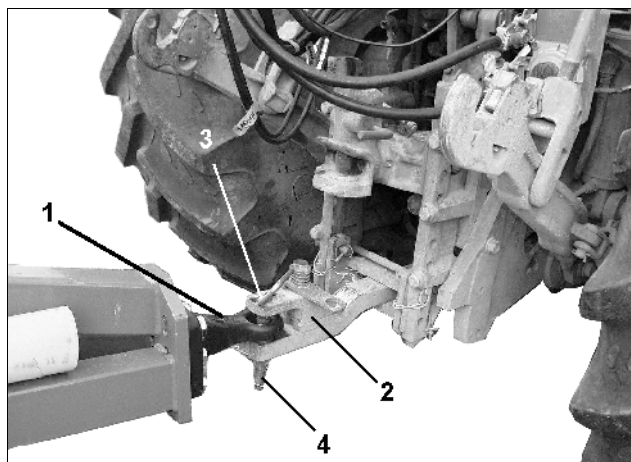

Fig. 16
- Koble maskinens trekkøye (Fig. 16/1) til traktorens trekkdrag
- med bolten (Fig. 16/3) og sørg for
- sikring med orepinnen (Fig. 16/4).